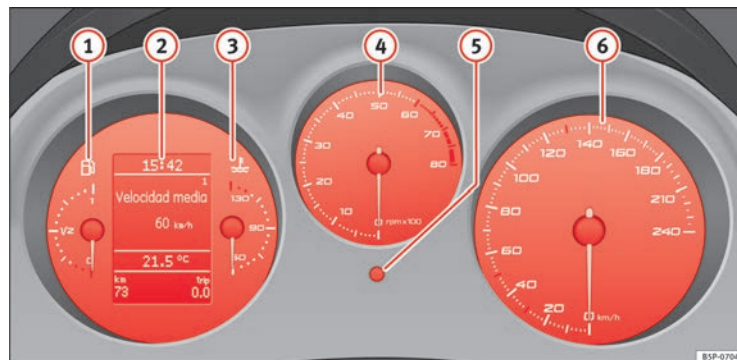

Fig. 34 Detalle del tablero de instrumentos: cuadro de instrumentos
El principio de la zona roja $\Rightarrow$ fig. 34  indica el régimen máximo de revoluciones del motor funcionando a temperatura de servicio. Antes de alcanzar dicha zona se debe cambiar a una marcha más larga, colocar la palanca selectora en D o levantar el pie del acelerador.
- Para ajustar las horas, gire el botón $\Rightarrow$ fig. 34  hacia la derecha, hasta el primer “clic”. Los números de la hora parpadearán. Para modificar la hora, pulse el botón. ▶